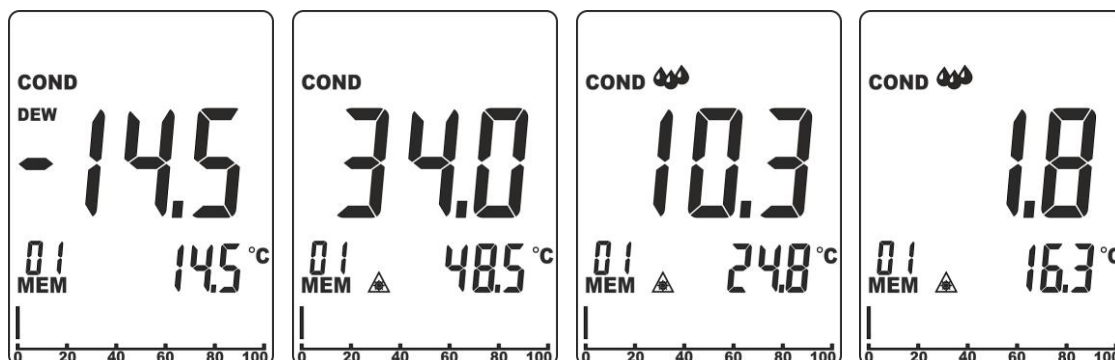

Fig. 11: Medida diferencial temperatura de superficies
3. Pulse simultáneamente las teclas **RH%** y **MOI** para entrar en el modo de medida de Condensación. El instrumento muestra el valor de la temperatura de Rocío medida del sensor integrado en el visualizador secundario y las indicaciones “COND” y “DEW” aparecen en el visualizador (ver la Fig. 11 – primera pantalla). El visualizador principal muestra siempre la diferencia entre el valor de temperatura IRT y la temperatura de Rocío
- Si la temperatura IRT es mayor de más de **14°C (25°F)** respecto a la temperatura de Rocío → la diferencia de temperatura (IRT-DP) se muestra en el visualizador principal sin otras indicaciones (ver la Fig. 11 – segunda pantalla)
- Si la temperatura IRT es mayor de **3°C÷14°C (5°F÷25°F)** respecto a la temperatura de Rocío → la diferencia de temperatura (IRT-DP) se muestra en el visualizador principal, la indicación “△” aparece en el visualizador y el instrumento emite un sonido que indica una situación de riesgo de condensación en el área (ver la Fig. 11 – tercera pantalla)
- Si la temperatura IRT es mayor de **menos de 3°C (5°F)** respecto a la temperatura de Rocío → la diferencia de temperatura (IRT-DP) se muestra en el visualizador principal, la indicación “△△” aparece en el visualizador y el instrumento emite un doble pitido que indica una situación de elevado riesgo de condensación en el área (ver la Fig. 11 – cuarta pantalla)